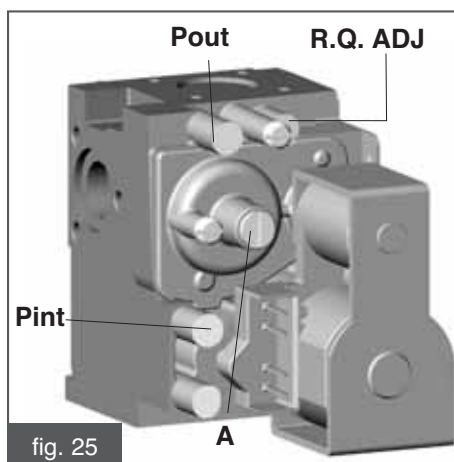
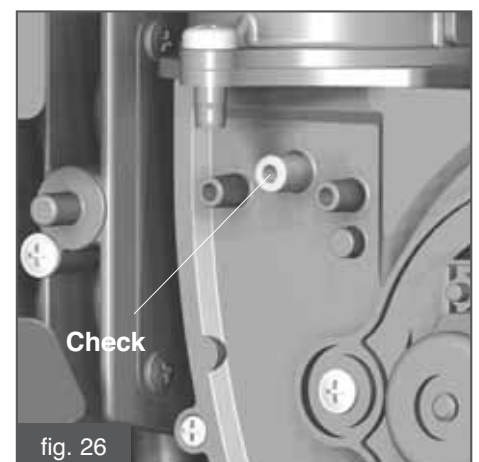

fig. 25
fig. 26
- Con apparecchio funzionante a potenza minima, collegare il manometro alla presa di pressione **Pint** della valvola (fig. 25) ed alla presa di pressione **Check** sulla coclea del ventilatore (fig. 26), dopo aver svitato i tappi di chiusura. Verificare il valore della pressione tra i due punti.
- Se necessario, effettuare la regolazione dell'off-set agendo sulla vite **A** (fig. 25) dopo aver svitato la vite di chiusura.
- La regolazione della pressione massima va fatta agendo sulla vite di regolazione **RQ ADJ** secondo i valori indicati in tabella e misurabili alla presa Pout. (fig. 25)